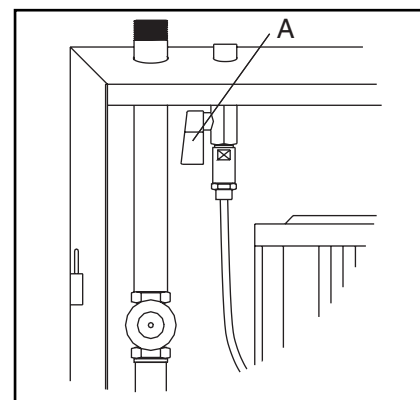

Fig. 11
2. Åbn for luftforsyning, som er placeret inde i hovedstationen (se A, Fig. 11).
3. Luk luftforsyningen (A, Fig. 11).